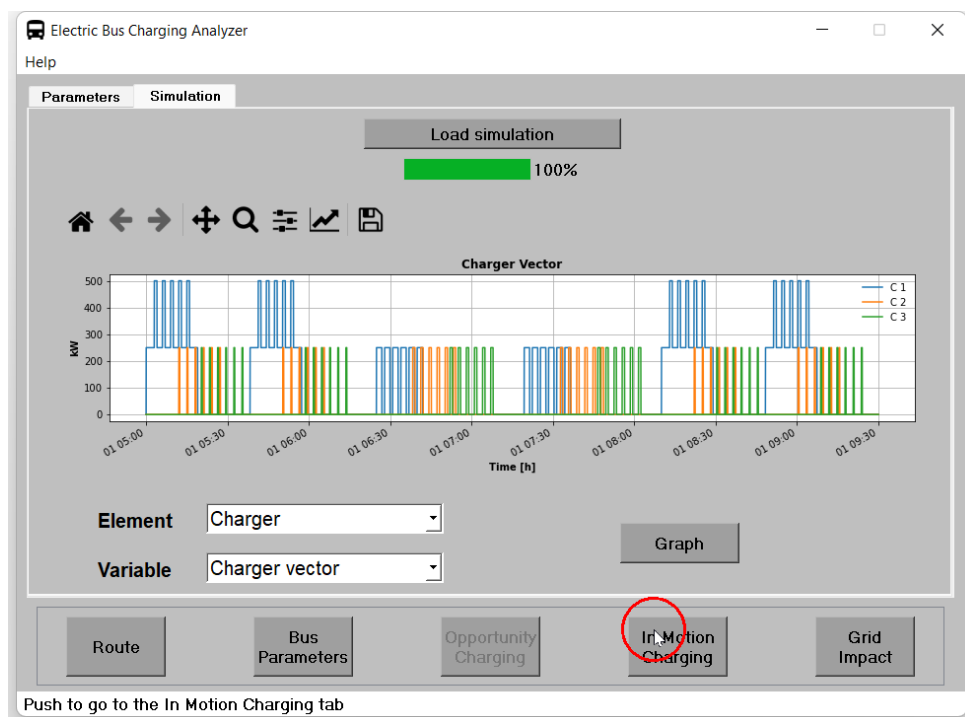

Figura 32: Cambiar de ventana.
7. Finalmente, después se puede pasar a ventana de carga en movimiento presionando el botón **In Motion Charging** como se muestra en la figura 32.